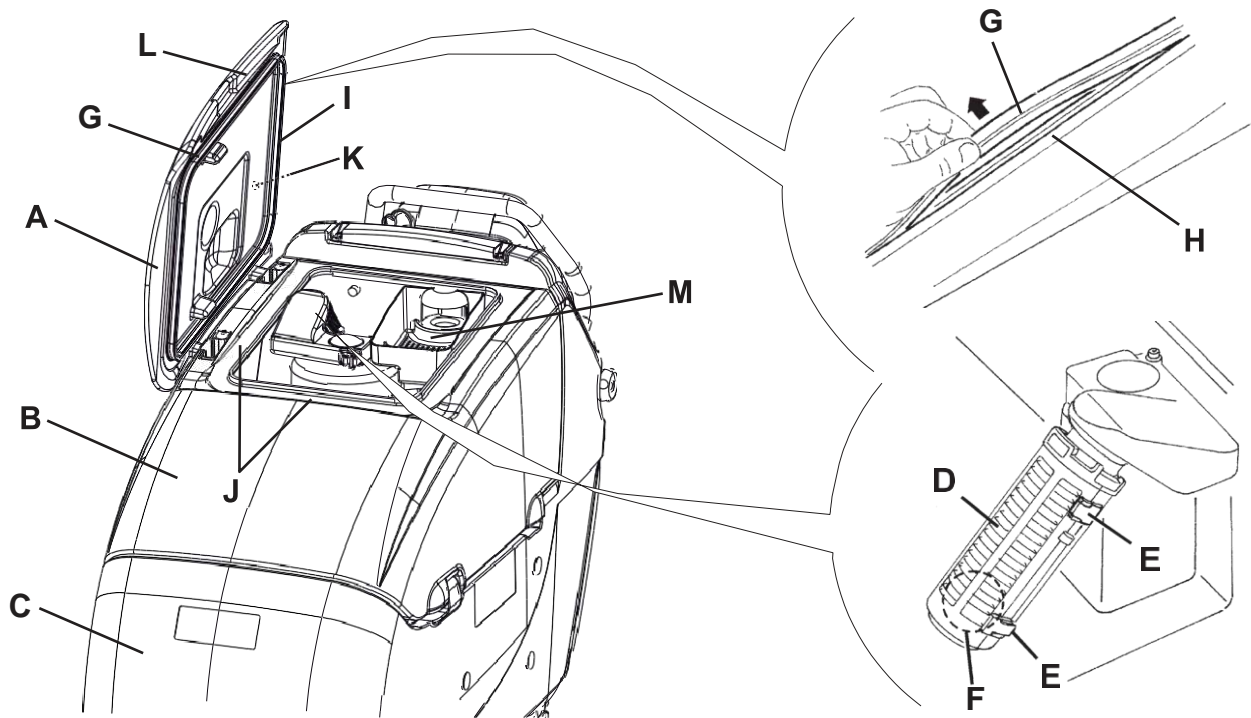

Figure 12
2. Éteignez la machine en maintenant appuyé l'interrupteur (66) pendant près d'une seconde.
3. Ouvrir le couvercle (A, Fig. 12).
5. Nettoyer et laver à l'eau propre le couvercle (A), les réservoirs (B et C) et la grille d'aspiration avec fermeture automatique à flotteur (D).